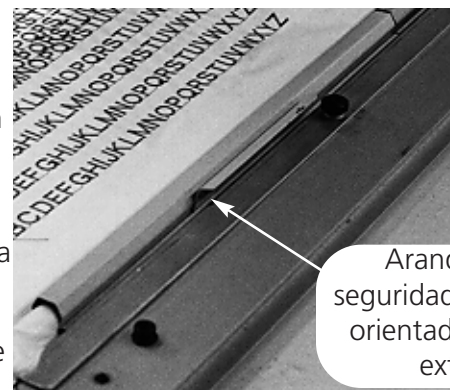

**Figura 3-7**
diseños que son demasiado grandes para caber en un bastidor estándar pueden ser bordados usando el entero bastidor corredizo. La Figura 3-7 muestra una parte del campo máximo de bordado. Con el bastidor corredizo entero pueden Vds. extender un material grande sobre todo el ancho del bastidor.
4. Conecten la de abrazadera de apoyo anterior con la parte anterior del bastidor corredizo. Esta será conectada como la abrazadera de apoyo posterior. Consulten la Figura 3-7.